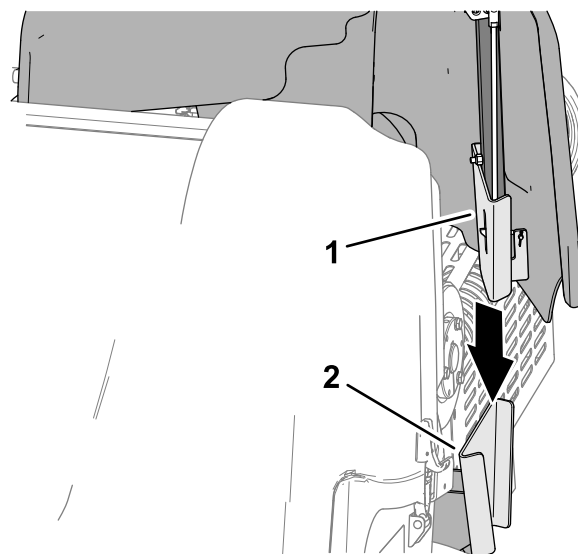

Figura 144
1. Alinai suportul de montare al capacului curelei cu suportul capac-suport al cadrului mainii (Figura 144).